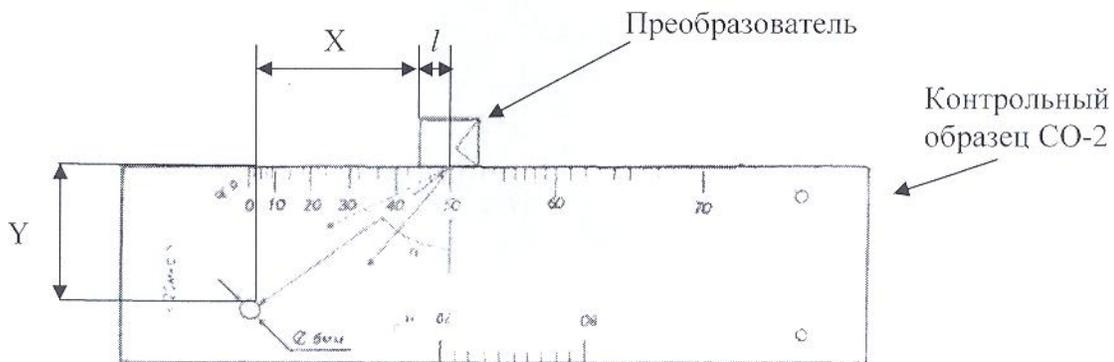

Рисунок 3
5.5.4 Установить наклонный преобразователь, подключенный к электронному блоку дефектоскопа на поверхность контрольного образца СО-2 таким образом, чтобы фактическая точка выхода была у отметки по шкале " α " контрольного образца, соответствующей номинальному значению угла ввода преобразователя (α_n , градус), указанному в маркировке преобразователя (рисунок 3).